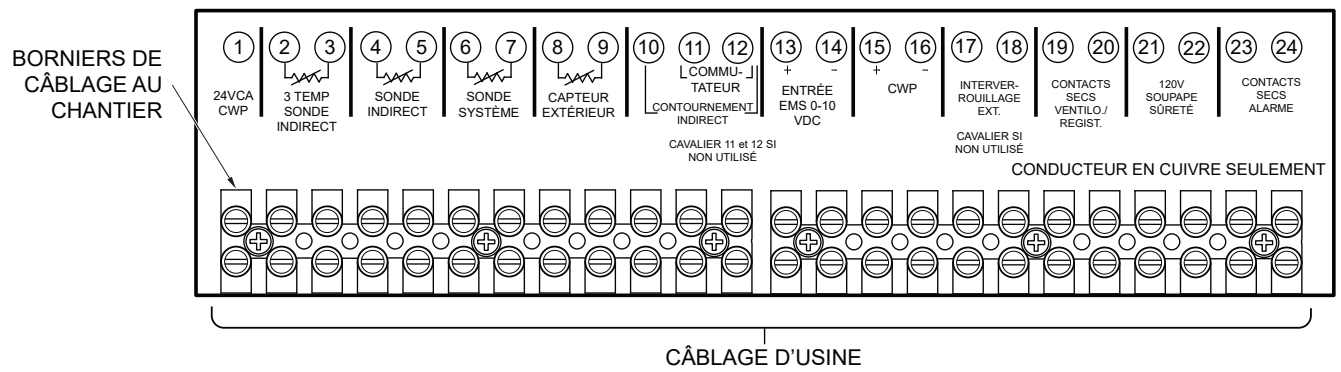

Figure 47. Câblage basse tension au chantier
2. Pour activer cette fonction de commande à distance, réglez le micro-interrupteur DIP 5 à la position UP sur la carte PIM. Le micro-interrupteur DIP 5 bascule entre un signal EMS (UP) ou le signal VERSA (DOWN). Le micro-interrupteur DIP 2 de la carte PIM bascule entre une entrée Direct Drive (UP) et une température de consigne cible (DOWN).
4. Connectez un système de gestion de l'énergie ou tout autre module de commande auxiliaire aux bornes marquées 0-10V (+/-), voir **Figure 47**.
Connectez le câblage aux bornes Enable/Disable (bornes 11, 12), comme illustré à la **Figure 47**, à la place du cavalier qui avait été installé à l'usine. Toute fermeture des contacts secs, notamment ceux d'un thermostat distant, reliés à ces bornes, mettra la chaudière en marche.
1. Lorsque la sonde système (S3) est utilisée, connectez ses fils aux bornes (6 et 7) marquées SYSTEM SENSOR, voir **Figure 47**.
1. Si le système doit comporter un capteur extérieur, connectez les fils du capteur aux bornes (8 et 9) marquées OUTDOOR SENSOR, voir **Figure 47**.
Connectez les fils de la sonde du chauffe-eau indirect aux bornes (4 et 5) marquées INDIRECT DHW SENSOR, voir **Figure 47**. Veillez à ce qu'aucune des bornes ne soit mise à la terre. Lors de l'utilisation de la sonde du chauffe-eau indirect pour réguler la température du réservoir, les contacts de contournement (override) du chauffe-eau indirect doivent être fermés.
2. Connectez le débitmètre de la boucle secondaire aux bornes 6 et 7 du bornier de la chaudière principale, voir **Figure 47**.
bornes 8 et 9 du bornier de la chaudière principale, voir **Figure 47**.
4. Connectez le câblage Enable/Disable aux bornes 11 et 12 du bornier de la chaudière principale. Cette connexion doit être fournie par la fermeture des contacts secs, voir **Figure 47**. L'application d'une tension de 24 VCA à ces bornes entraînera la fonte du fusible de la carte PIM.
Les bornes de l'alarme sont des contacts secs d'une capacité de 3A devant être raccordés à un relais normalement ouvert qui se referme en cas de panne ou de verrouillage. La tension maximale à travers ces contacts est de 30 VCA ou 30 VCC, Voir Connexions à effectuer au chantier, **Figure 47**.
3. Connectez le détecteur de CO aux bornes 17 et 18 du bornier de câblage au chantier, voir **Figure 47**.